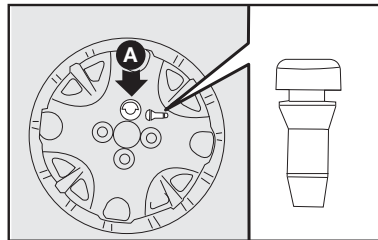

fig. 7
8) colocar a calota cuidando para que o símbolo , na parte interna, fique em correspondência com a válvula, e dessa maneira o furo maior da calota **A**-fig. 7 passe pelo parafuso já fixado.